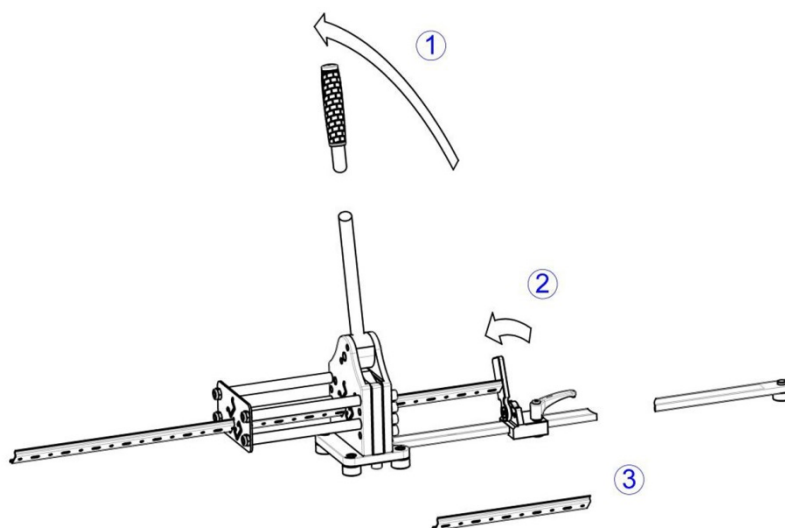

Рис. 8: Выемка несущей шины
- Для выемки отрезанной несущей шины, до упора повернуть штангу с ручкой в ее исходное положение (Рис. 8, поз. 1).
- В зависимости от длины заготовки, повернуть крышку упора в сторону (Рис. 8, поз. 2) и затем вынуть готовый профиль.